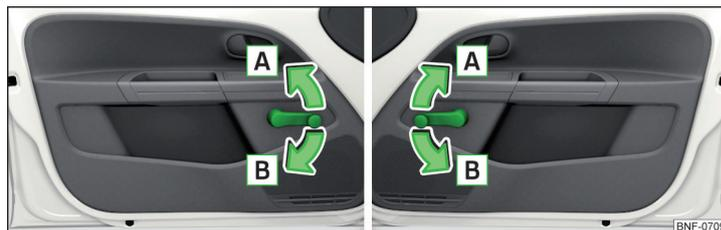

Fig. 35 Operación de ventana: a izquierda/derecha
- Para **abrir**, girar la manivela en el sentido de la flecha **A** » fig. 35.